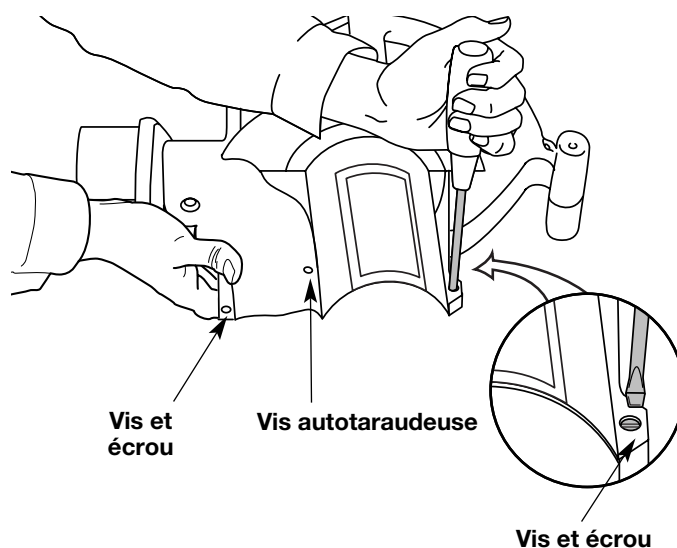

Fig. 2
2. Retirez les 2 (deux) vis et écrous qui retiennent le tube de souffleur/aspirateur sur le carter (Fig. 2).